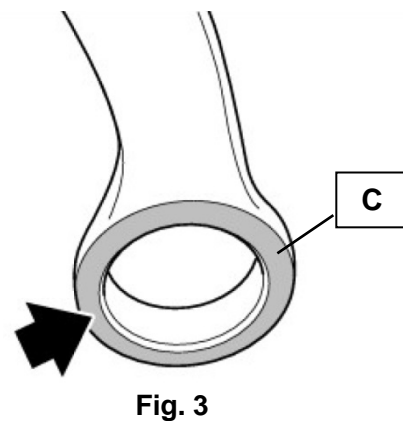

Fig. 3
1. Avant d'installer la nouvelle articulation, nettoyez la surface de contact (C) (voir Fig.3).